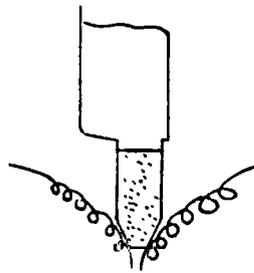

图3
5. 由于有对称形状和 176° 的屋脊形,切屑形成为两分的卷屑(图3),从兩側刃流出,大大的減輕了切削刃和前面的磨損,改进了以前切屑生热过多,烧成黑紫色,現在則沒有大的变形和变色。